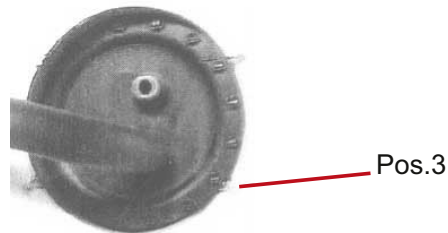

Abb.2: Klammern montieren
- 3) Klammern (Pos. 3) aufstecken (Abb. 2) – siehe auch Montageanweisung PWD.